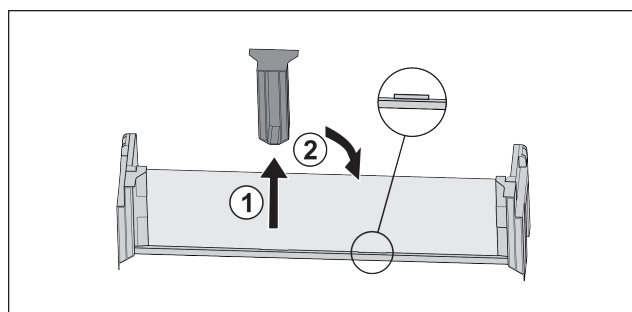

Fig. 22 *
- ▶ 拉出中间的定位件 Fig. 22 [1]。*
- ▶ 将中间的定位件插入第二个位置 Fig. 22 [2]。*